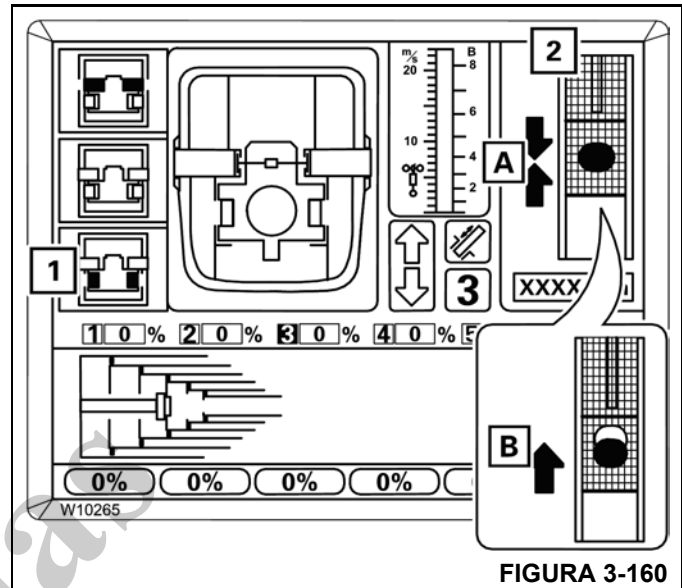

FIGURA 3-160
Se o símbolo (1) (Figura 3-160) ainda piscar depois de aproximadamente 10 segundos, isso significa que os pinos de travamento estão sob carga.